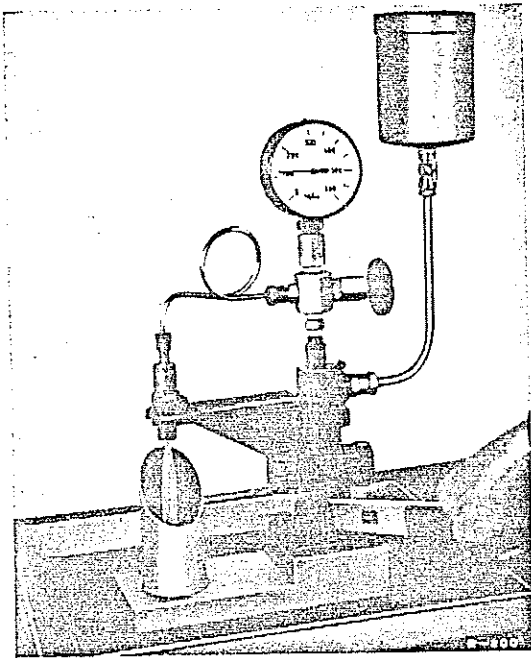

Fig.07-4/3
1. Sluit de in de verstuiverhouder gemonteerde verstuiver aan op de Boschverstuivertestbank voor diesels (bestelnr. EFEP 60 F of EFEP 340)(Fig. 07-4/3).
Schakel de manometer in en druk de hefboom van de verstuivertestbank langzaam (1 slag per sec.) naar beneden en lees bij het openen resp. bij het afpersbegin van de verstuiver de openingsdruk af. Hierbij moet de verstuiver duidelijk snorren (fig.07-4/3).